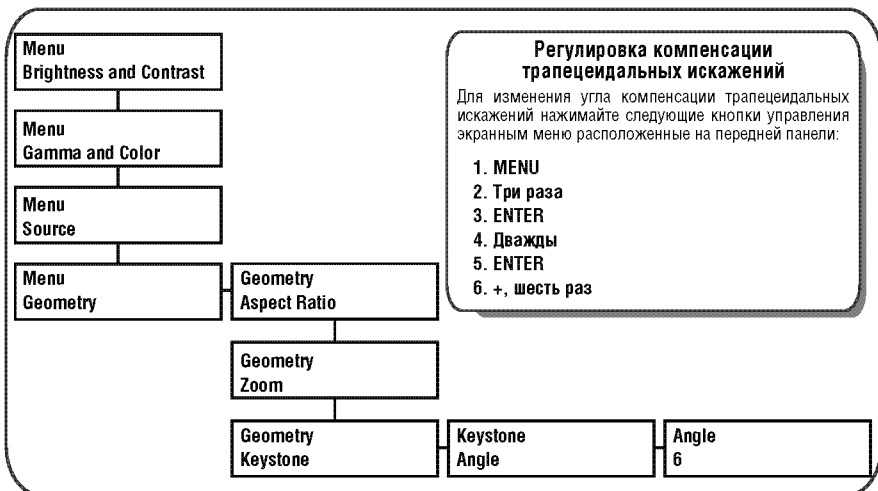

Рис. 43. Пример использования жидкокристаллического дисплея
2. Нажатием соответствующих кнопок управления экранным меню на передней панели прибора установите нужное значение (как показано на рис. 43).